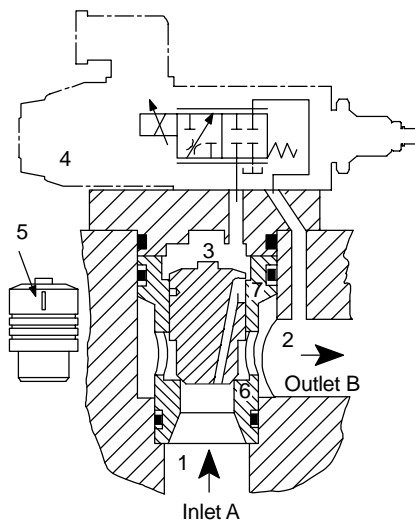

Figure 39
La construction de limiteurs de débit normalisés ISO 7368/DIN 24342 est illustrée aux figures 39 et 40. Dans les deux cas, ils sont pilotés par un appareil Vickers à action proportionnelle KTG4V-3S.
Si le limiteur de débit pilote est fermé (Figure 39), seules les fuites internes de ce dernier sont responsables d'un débit le long de la fente lorsque le clapet est fermé. Etant donné la faible ouverture du passage variable, la pression en (3) au-dessus du piston est égale à la pression à l'orifice d'entrée (1). La force résultant du rapport des sections (3) et (1), proportionnelle à la différence de pression entre l'entrée et la sortie de la valve, maintient le piston du clapet contre son siège (6).